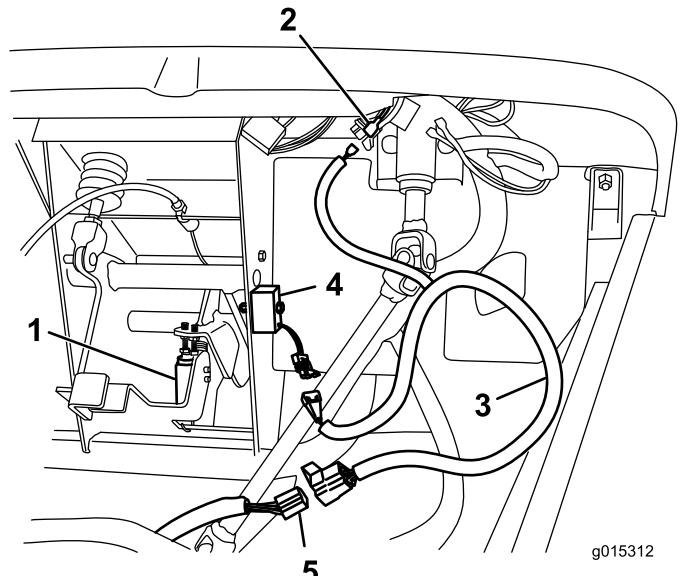

図 1
1. キースタートモジュールをペダルアセンブリフレームに取り付けるボルト $\frac{1}{4} \times 1\frac{3}{8}$ "とフランジナット $\frac{1}{4}$ "を使用する図1。
2. ペダルスイッチから既存のワイヤハーネスコネクタを外す図1。
3. 付属部品の中からフロントキースタートハーネス図1を探し出す。
4. フロントキースタートハーネスを、キースタートモジュールに接続し、反対側の端部を既存のハーネスコネクタに接続する図1。
5. 既存のワイヤの中からKey Startというラベルの付いたリード線を探し出す図1。
6. フロントキースタートハーネスのキースタート用リード線を、車両のリード線ラベルのついているものに接続する図1。